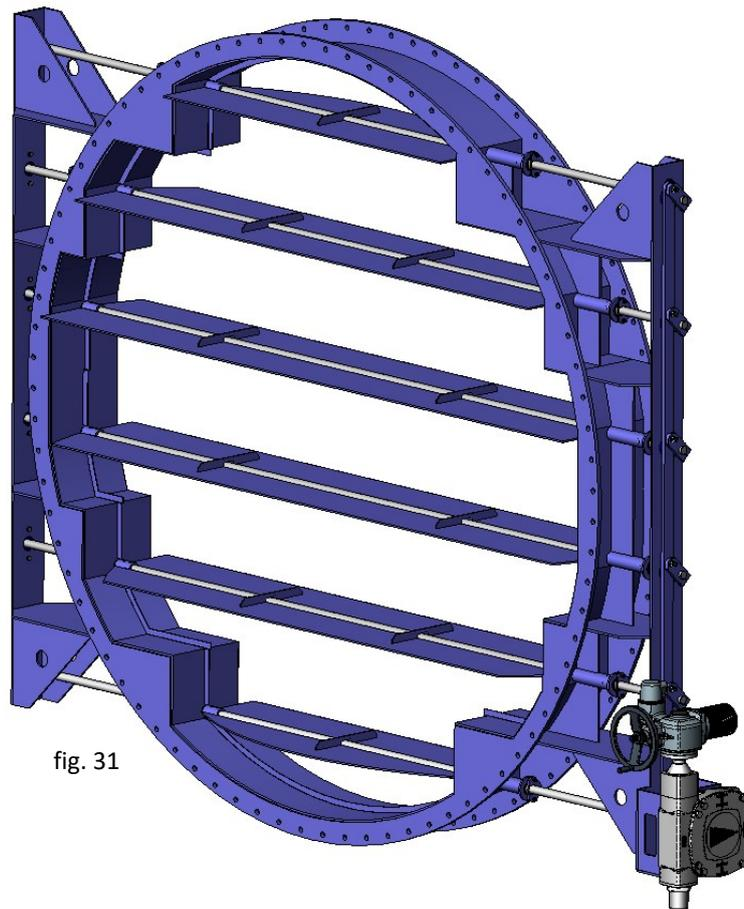

fig. 31
- Actuador eléctrico (fig. 31)